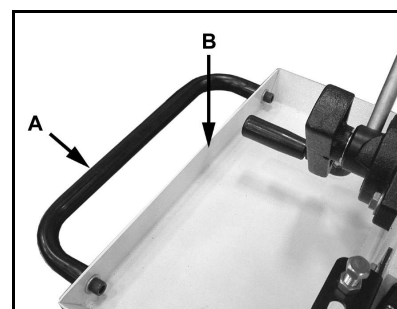

Fig 5
Befestigen Sie den Griff (A, Fig 5) an der Spänewanne (B) mit 2 Innensechskantschrauben und Scheiben.